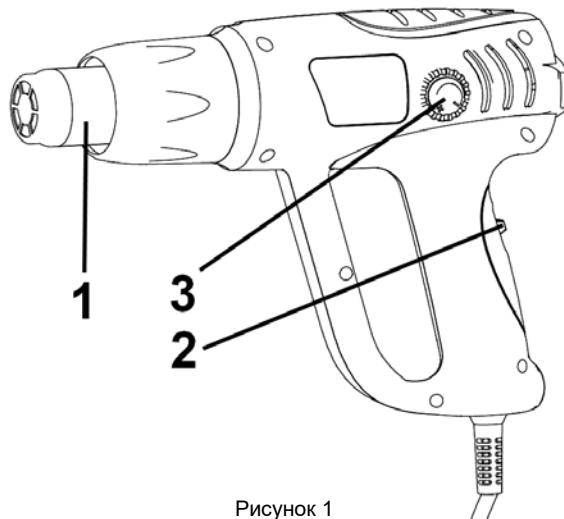

Рисунок 1
2.2.1 Конструкція виробу вміщена в корпус з термостійкого пластику і складається з наступних основних частин: нагрівального блоку в складі нагрівального елементу спірального типу в термоізоляційному кожусі з вихідним сталевим соплом нагрітого повітря (1); компресорного блоку у складі колекторного двигуна змінного струму з відцентровим повітряним компресором; перемикач/вимикач температурних режимів (2) с плавним регулюванням маховичком (3), – згідно рис.1. Корпус обладнаний кільцевою рукояткою з захистом руки та торцевою опорою для міжоперацийного зберігання сопломверх. Електрична частина виробу складається з колекторного однофазного електродвигуна змінного струму, перемикача електроstromu, електронного блоку управління з регулятором температури, з'єднувальних проводів і мережевого шнуря. Захист від ураження електричним струмом користувача у виробу відповідає класу II за ДСТУ EN 61140:2015.